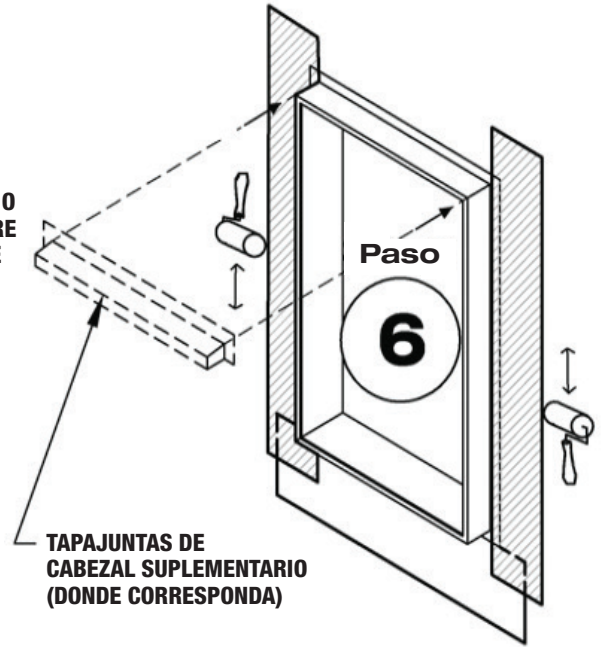

Figura 7 Aplique el tapajuntas de umbral en la jamba.
Paso 6. Corte previamente la cinta tapajuntas de jamba FrogTape Pro Grade para que se extienda un mínimo de 6 in por encima y por debajo de la abertura rugosa en la pared (ver la Figura 7).